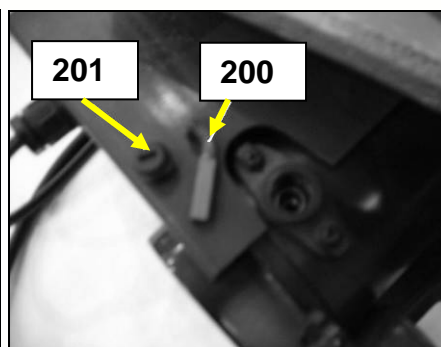

Fig 36
- Otez les charbons (200) usagés et remplacez-les par des neufs (Voir Fig 36).
- Revissez les capuchons (201).